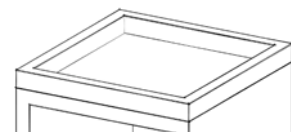

Fig. 2
2. Livellare accuratamente il piano ottenuto e costruire un **cordolo in mattoni** alto 10 cm e spesso 10 cm (Fig.2)